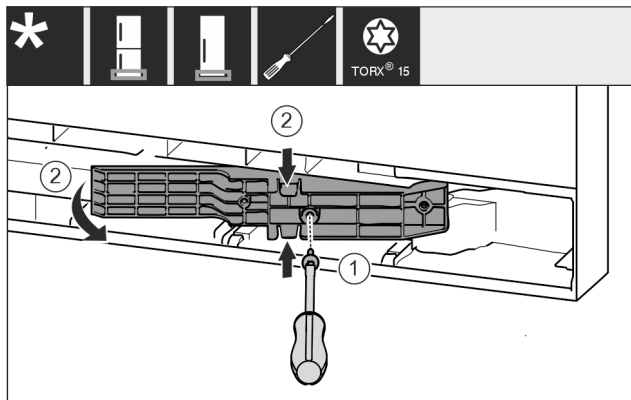

Fig. 8 *
- ▶ Vijake odvijte z izvijačem T15. Fig. 8 (1)*
- ▶ Izvlcite prilagodilnik. Fig. 8 (2)*